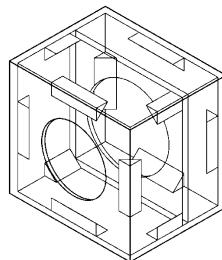

Fig. 1
- Utilisez si possible de le MDF à 2 ou 3 couches et une attache (Voir fig. 1) pour renforcer l'enceinte et obtenir une performance optimale. Utilisez des MDF de 21 mm (3/4 de pouce) ou des HDP.